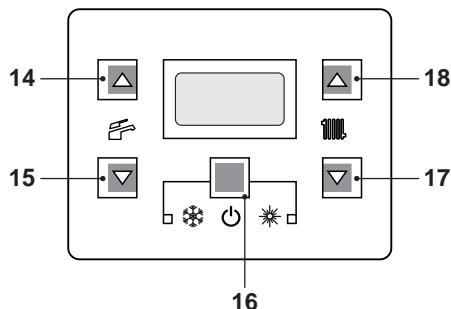
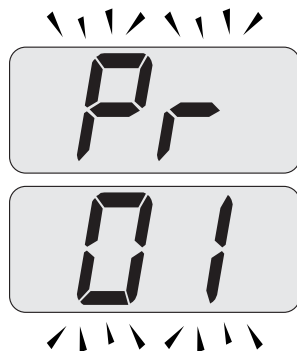
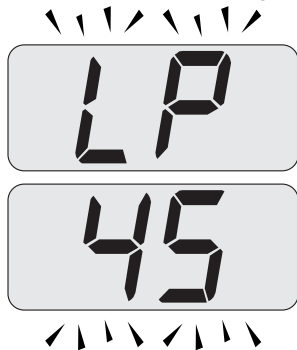

Figura 7.2
Figura 7.3
Figura 7.4
- Entrare in "modalità programmazione" premendo contemporaneamente per 10 secondi i tasti 16- 17- 18 (Figura 7.2) fino a far apparire sul display LCD le lettere **Pr** che si alternano con il codice **01**, indicanti l'entrata nel "parametro 01" (Figura 7.3).
- Premere contemporaneamente i tasti 17 e 18 (Figura 7.2) fino a far apparire sul display LCD le lettere **LP** che si alternano con il valore di temperatura dell'acqua di riscaldamento (es. **45**), indicanti l'entrata nell'attivazione della "funzione spazzacamino" alla potenza minima (Figura 7.4).
- Premere il tasto 17 (Figura 7.2) fino a far apparire sul display LCD le lettere **LP** che si alternano con il valore di temperatura dell'acqua di riscaldamento (es. **60**), indicanti l'entrata nell'attivazione della "funzione spazzacamino" alla potenza minima in sanitario (Figura 7.7).
- Spegner la caldaia tenendo premuto per 2 secondi il tasto 16 (Figura 7.2) fino a far apparire sul display LCD il simbolo